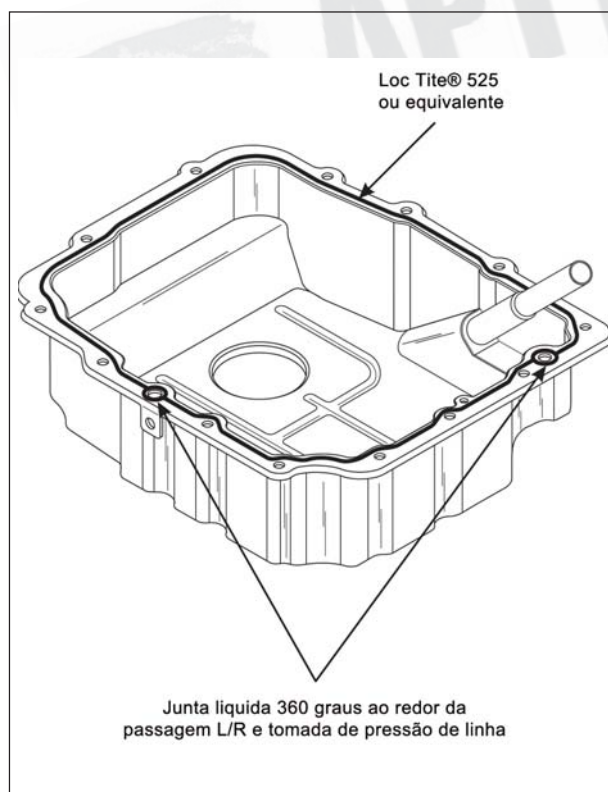

Figura 282
92. Aplique um filete de junta líquida Loc Tite® 525 na tampa lateral do corpo de válvulas, conforme mostra a figura 282.